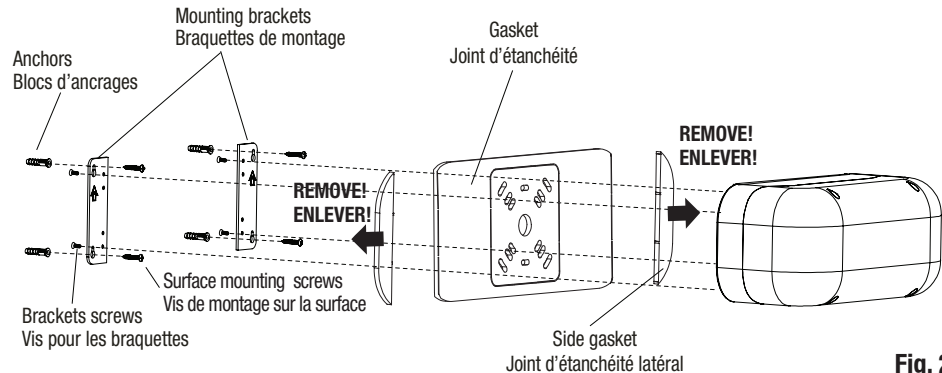

Fig. 2
4.b For installation with mounting brackets (Fig. 2) only, break through appropriate central knockout into the back housing. Remove the sides parts of the gasket and paste it on the back of the unit and route wires through the central hole. Mount the brackets on the back housing using the four screws provided in the hardware bag (use screwdriver PH2X). Place the housing on the required surface and use the bracket holes as a drilling template. Drill the four holes and fix the mounting anchors inside each hole.
6.b For installation with mounting brackets (Fig. 2) only, mount the fixture on the surface using the two brackets and the four mounting screws provided (use screwdriver PH3X). Tighten the screws enough to compress the gasket to ensure a good sealed joint.
4.b Pour installation avec braquetttes de montage seulement (Fig. 2), défoncer les orifices prédécoupés appropriés dans le boîtier arrière. Retirer les parties latérales du joint d'étanchéité et collez-le correctement à l'arrière de l'unité et passer les fils électriques par l'orifice central. Monter les braquetttes sur le boîtier arrière à l'aide des quatre vis fournies dans le sachet de pièces (Utiliser le tournevis PHx2). Placer le boîtier sur la surface requise et utiliser les trous du support comme gabarit de perçage. Percer les quatre trous et fixer les ancrages de fixation à l'intérieur de chaque trou.
6.b Pour installation avec braquetttes de montage seulement (Fig. 2), fixer l'unité en place avec l'aide de deux supports et les quatre vis de montage incluses (utiliser le tournevis PHx2). Serrer les vis suffisamment pour comprimer le joint d'étanchéité pour assurer un joint scellé.